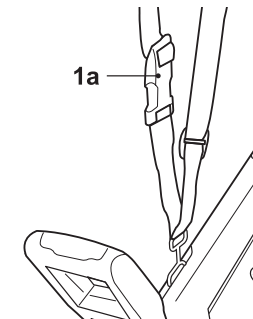

Fig. 9
- > Fije el arnés (1) en la parte superior del motor (Fig. 9).
> Abra el broche (1a) para liberar rápidamente el arnés (1) (Fig. 9).